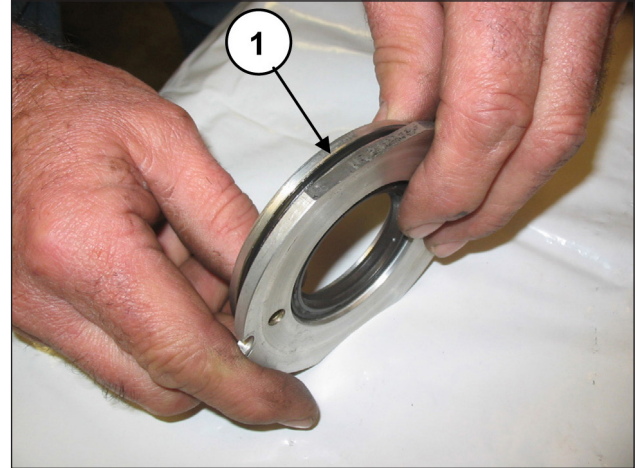
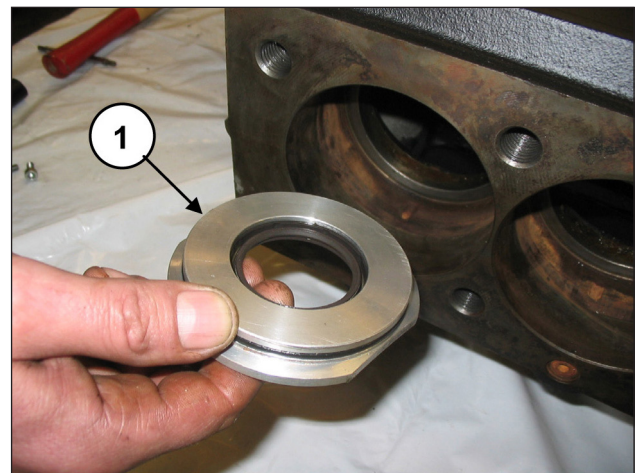

Abb. 130
Abb. 131
Setzen Sie den O-Ring (Pos. ①, Abb. 130) in die Aufnahme des Ölabbstreifring-Deckels ein und bringen Sie die montierte Gruppe in den Gehäusesitz an (Pos. ①, Abb. 131).